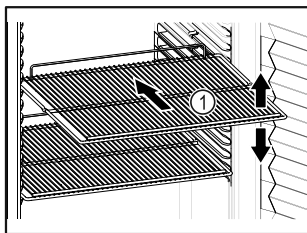

Fig. 57
- Lorsque les grilles de support Fig. 57 (1) peuvent être déplacées, changez leur position en fonction de la hauteur des aliments.